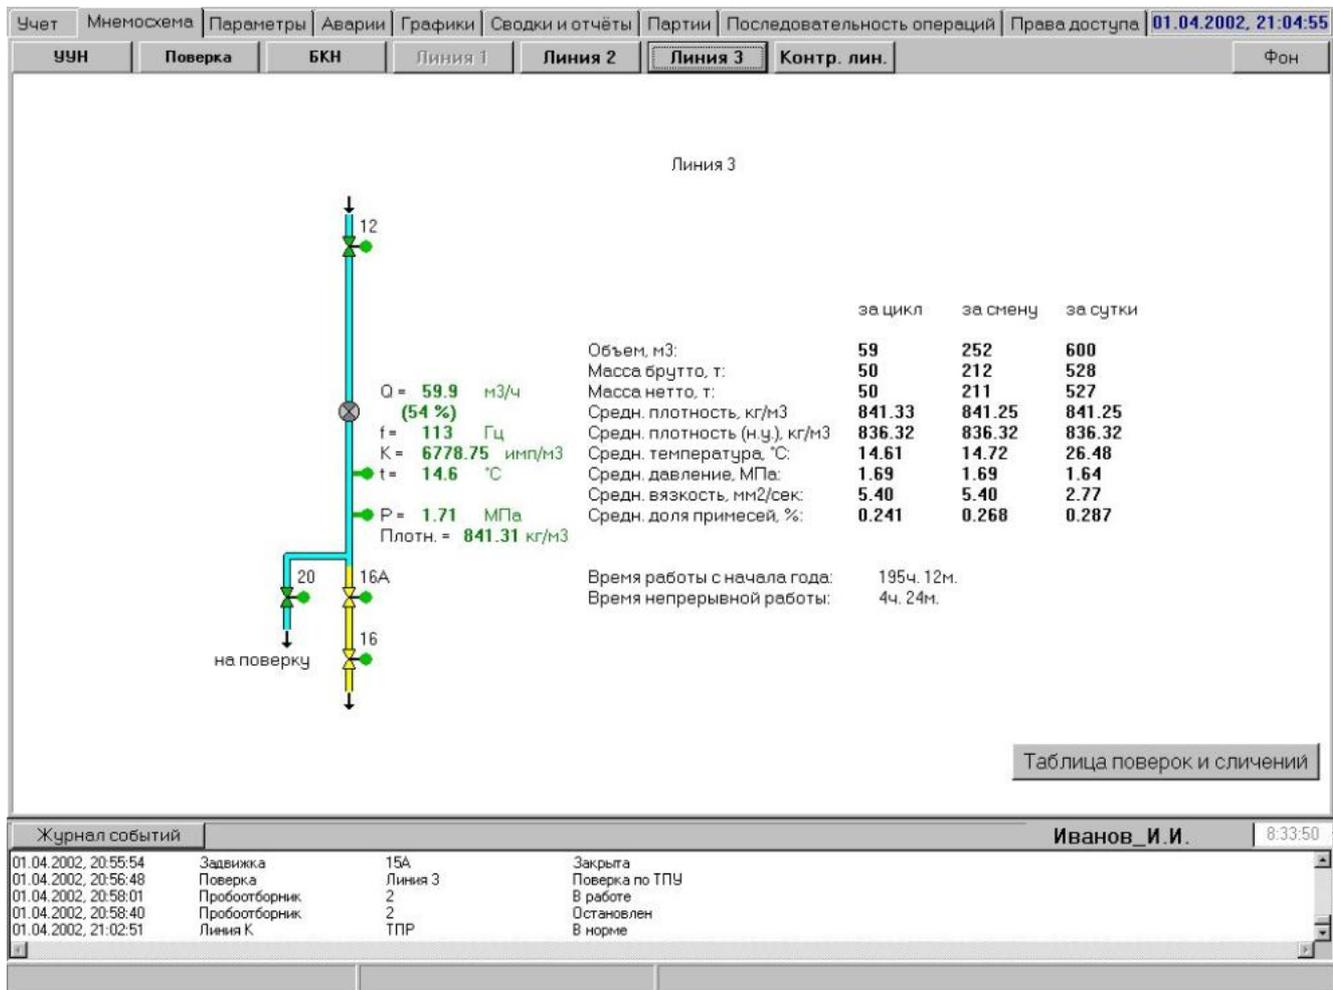

Рис. 8 – Мнемосхема «ЛИНИЯ...»
3.4.1 Экран (мнемосхема) «ЛИНИЯ...» (Рис. 8) отображает: